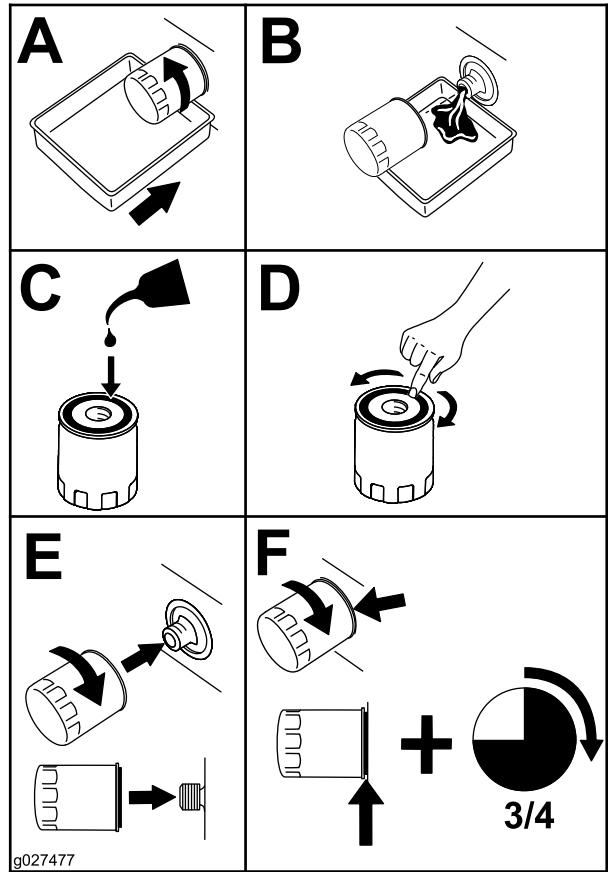

Figura 45
5. Sustituya el filtro de aceite del motor (Figura 45).